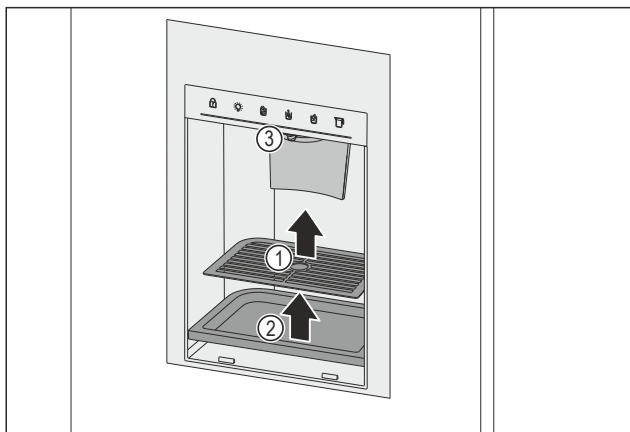

Fig. 165 Entnahme Tropfgitter und Tropfschale
- Tropfgitter Fig. 165 (1) entnehmen.
- Tropfschale Fig. 165 (2) entnehmen.
- Auslass Fig. 165 (3) und Umgebung mit einem weichen, sauberen Tuch, lauwarmem Wasser und etwas Spülmittel reinigen.